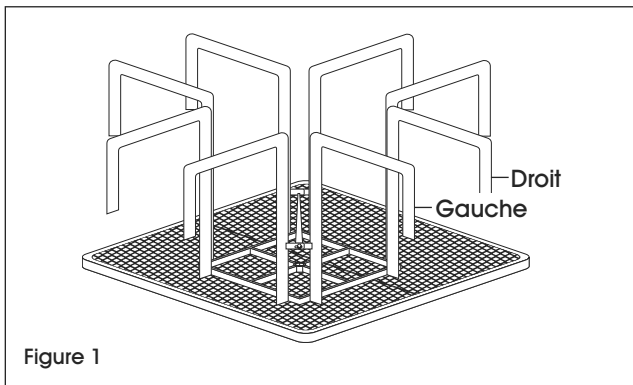

Figure 1
2. Placez le dessus de table à l'envers. Prenez une patte à la fois et fixez lâchement l'extrémité de la patte au dessus de table à l'aide d'un boulon, de deux rondelles et d'un écrou. Les renforts de patte sont une structure de fixation intérieure. Les pattes sont étiquetées gauche et droit. Faites correspondre les pattes avec les repères des côtés gauche et droit en dessous de la table. (Voir Figure 1)